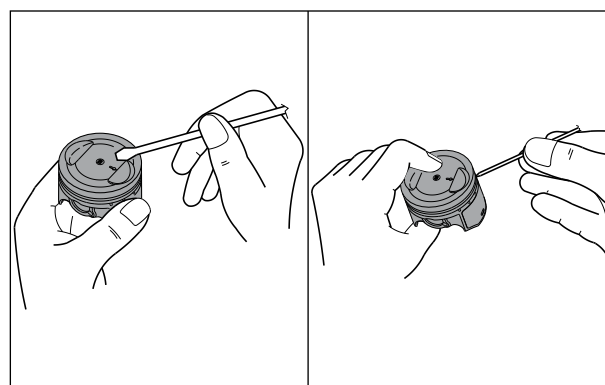

Fig. 3.93
- Após a limpeza das canaletas, encaixe os anéis e gire-os nas respectivas canaletas para certificar-se de que girem livremente. (Fig. 3.93)